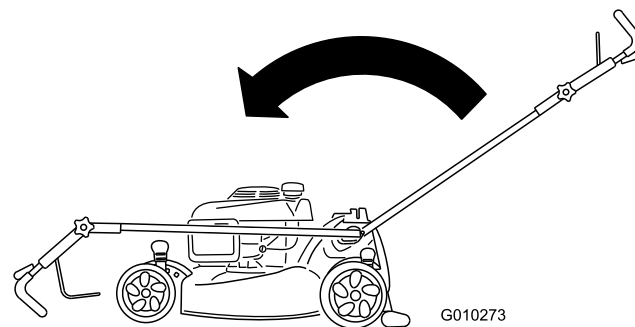

Figura 38
2. Mueva el manillar completamente hacia delante y afloje el pomo del manillar superior (Figura 38).